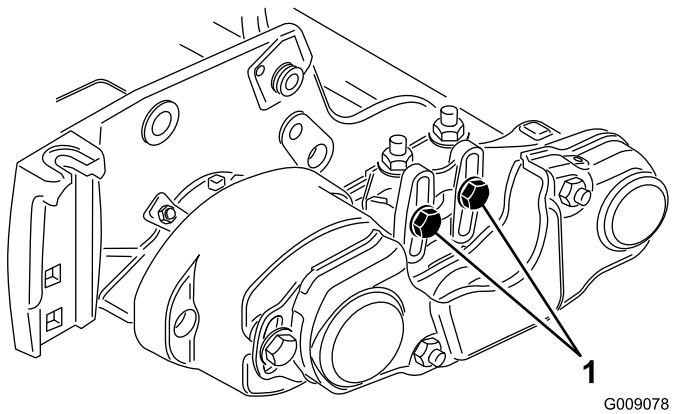

Figura 12
15. Desaperte os dois parafusos que fixam a caixa de rolamentos da escova do rolo ao suporte de montagem do mesmo (Figura 12 e Figura 13).